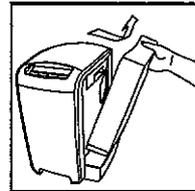

Fig. 12
- Retirez le réservoir en tenant la poignée et en levant le réservoir afin de le sortir de l'appareil (fig. 12).